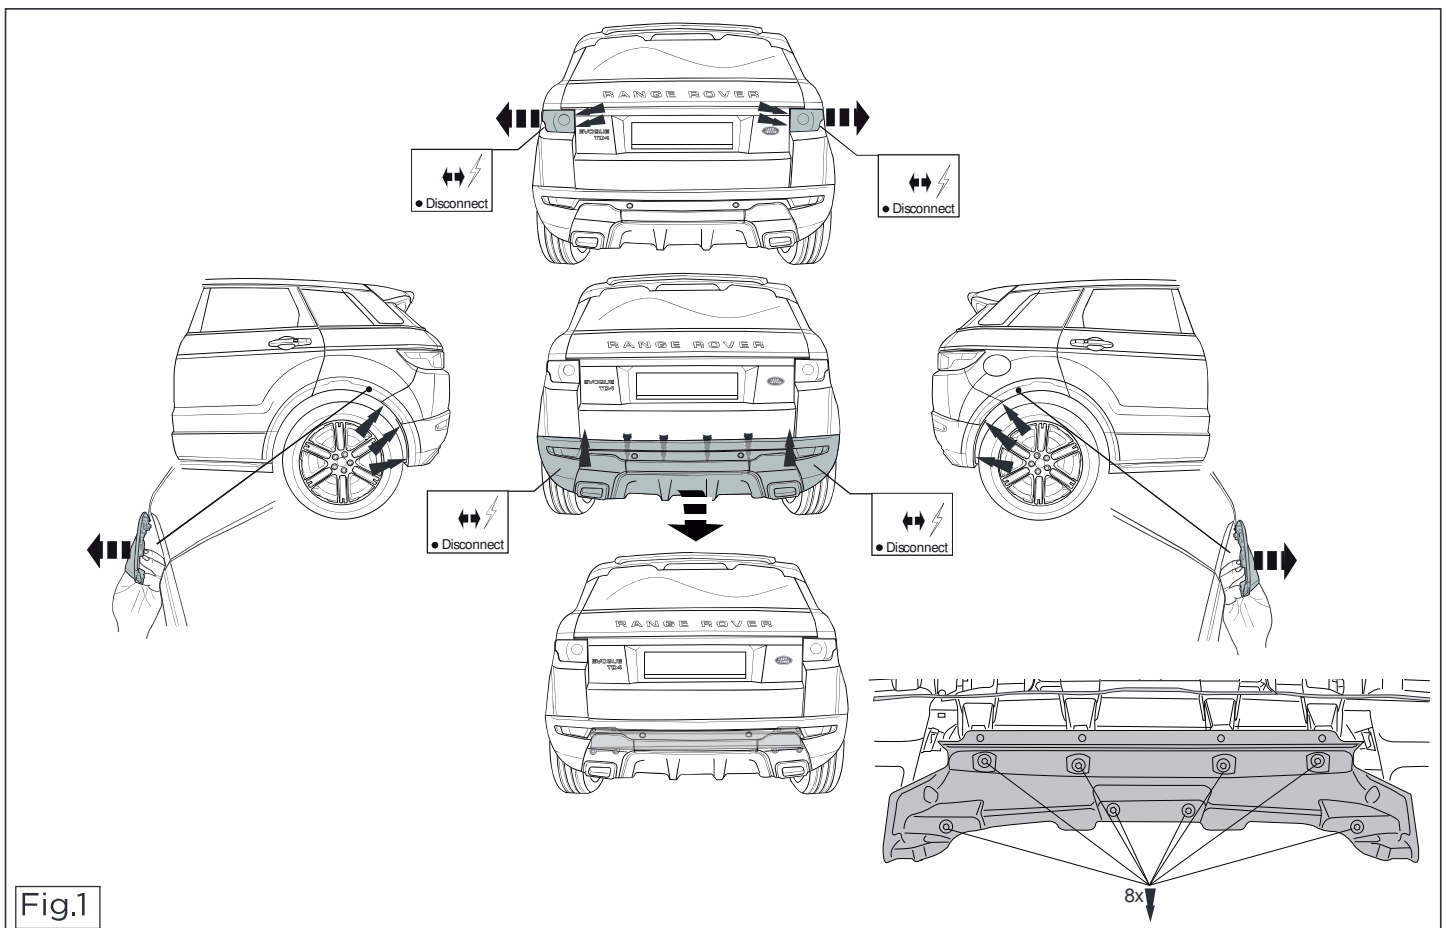

Fig.1
1. Demonteer de achterlicht units.(zie fig. 1).
2. Demonteer de bumper. (zie fig. 1).
10. Demonteer het hitteschild uit de bumper. (zie fig. 1)
1. Remove the rear-light units. (see fig. 1).
2. Remove the bumper. (see fig. 1).
10. Remove the heat shield from the bumper. (see fig. 1)
1. Die Rücklichter abmontieren. (siehe Fig. 1).
2. Die Stoßstange abmontieren. (siehe Fig. 1).
10. Entfernen Sie den Hitzeschild von der Stoßstange. (siehe Fig. 1)
1. Démonter les feux arrière. (voir la fig. 1)
2. Démonter le pare-chocs. (voir la fig. 1).
10. Démontez la protection anti-chaleur du pare-chocs. (voir la fig. 1)
1. Demontera bakljusmodulerna. (se fig. 1).
2. Demontera stötfångaren. (se fig. 1).
10. Ta bort värmeskölden från stötfångaren. (voir la fig. 1)